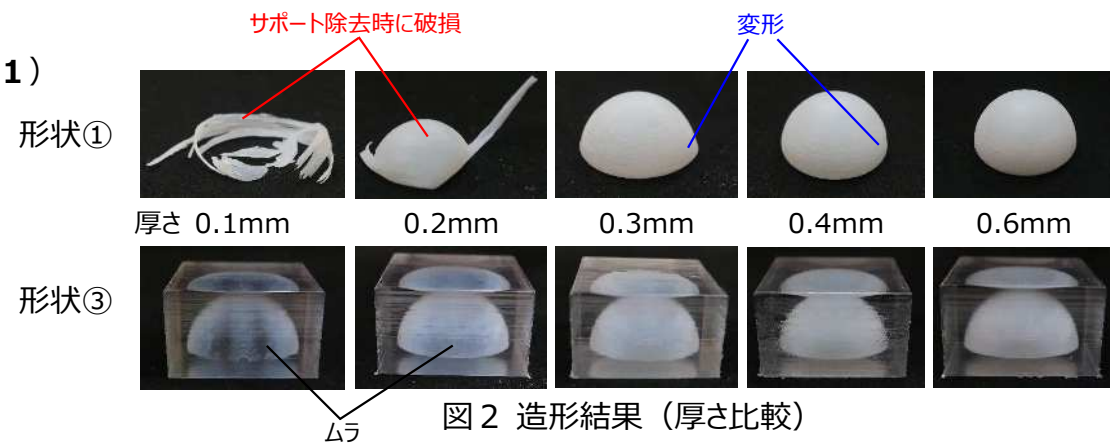

図2 造形結果 (厚さ比較)
- 形状①をホワイト樹脂、形状②を無色半透明樹脂として、厚さ0.1mm~0.6mmで造形した結果を図2に示す。